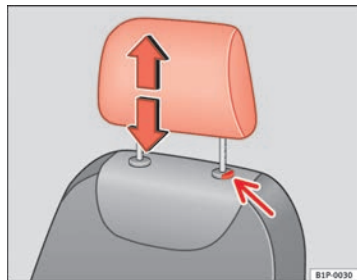

Fig. 89 Réglage ou dépose de l'appuie-tête
- Appuyez sur le bouton ⇒ fig. 89 (flèche).